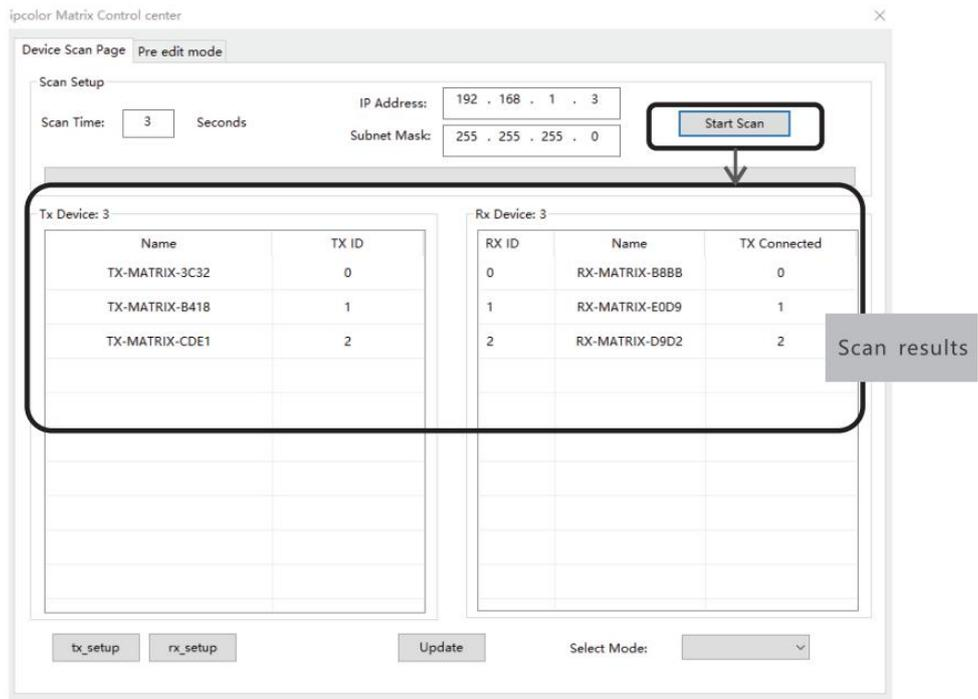

Figura 3
2) Escaneo y configuración del dispositivo (aquí se muestra un ejemplo de la configuración del transmisor únicamente, la configuración del receptor es la misma que la del transmisor). Haga clic en el botón "Iniciar escaneo", el resultado del escaneo se muestra en la Figura 3.